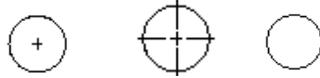

图 8-16 中心标志的样式
- **Center Marks for Circles**（圆的中心标记） 在该设置区中，用户可以通过类型（Type）中的 Mark, Line, None 3 项来控制中心的显示方式。分别如图 8-16（左图）所示标记（Mark）、中图所示的中心线（Line）、右图所示的不标记（None）。用户还可以通过大小（Size）控制箭头的大小。